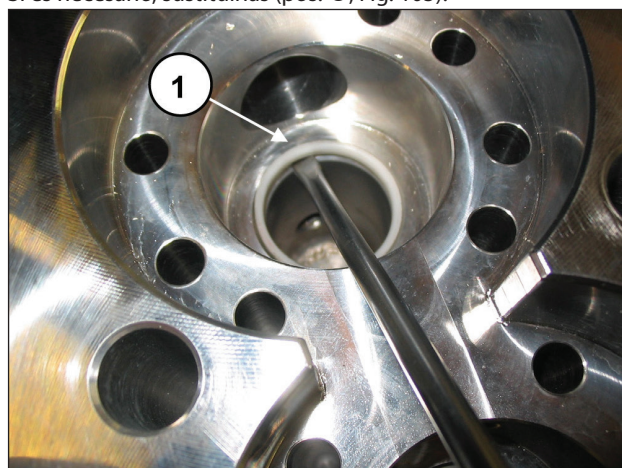

Fig. 105
Si es necesario, sustituirlas (pos. ①, Fig. 105).